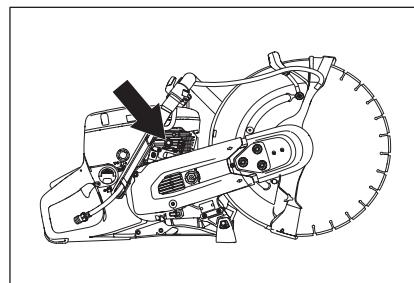

Рис. 10
- Нажмите на декомпрессионный клапан, чтобы уменьшить давление в цилиндре, это поможет запустить двигатель (рис. 10). Декомпрессионный клапан всегда следует использовать при запуске. Клапан автоматически вернется в начальное положение.